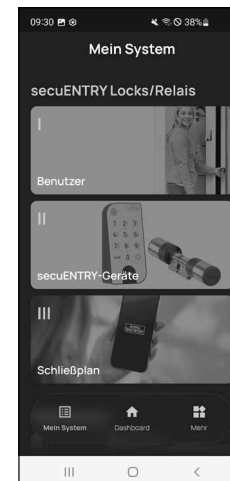

Fig. 8
- 8 Vous pouvez quitter à présent le menu (*I - Utilisateurs*). Revenez au menu « Mon système » (Fig. 8).